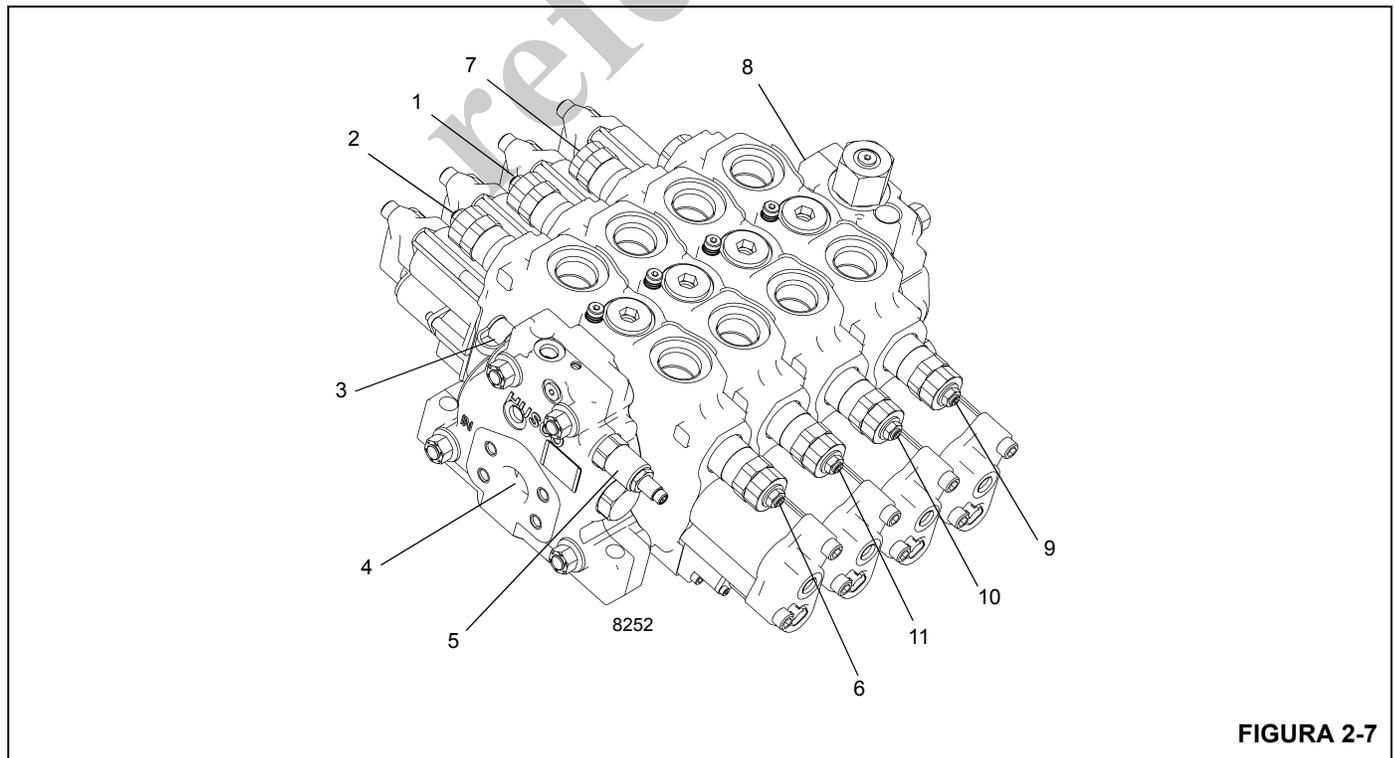

FIGURA 2-7
1. Instale el acoplador de desconexión rápida para diagnóstico con manómetro en la boquilla de prueba en la lumbrera para manómetros de la entrada de la válvula de control de sentido principal (Figura 2-7).
4. Instale el acoplador de conexión rápida para diagnóstico con manómetro en la boquilla de prueba en la lumbrera de prueba de alivio de detección de carga de la válvula de control de sentido principal (Figura 2-7).
1. Instale el acoplador de desconexión rápida para diagnóstico con manómetro en la boquilla de la lumbrera de prueba de suministro piloto (Figura 2-7).